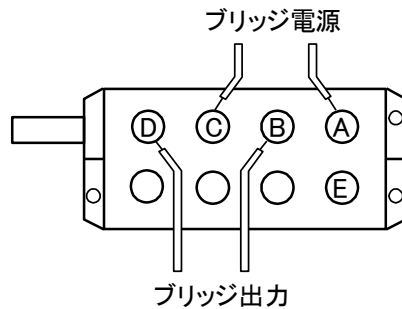

図4-2 ブリッジBOXの結線
- B)ひずみを測定するためのブリッジで、ひずみゲージは種々の接続法が用いられます。これらの接続法は、4. 2. 1項「ひずみゲージによるブリッジ構成例」を参照してください。またブリッジボックスを中継して各種の変換器を使用する場合には図4-2のように接続してください。